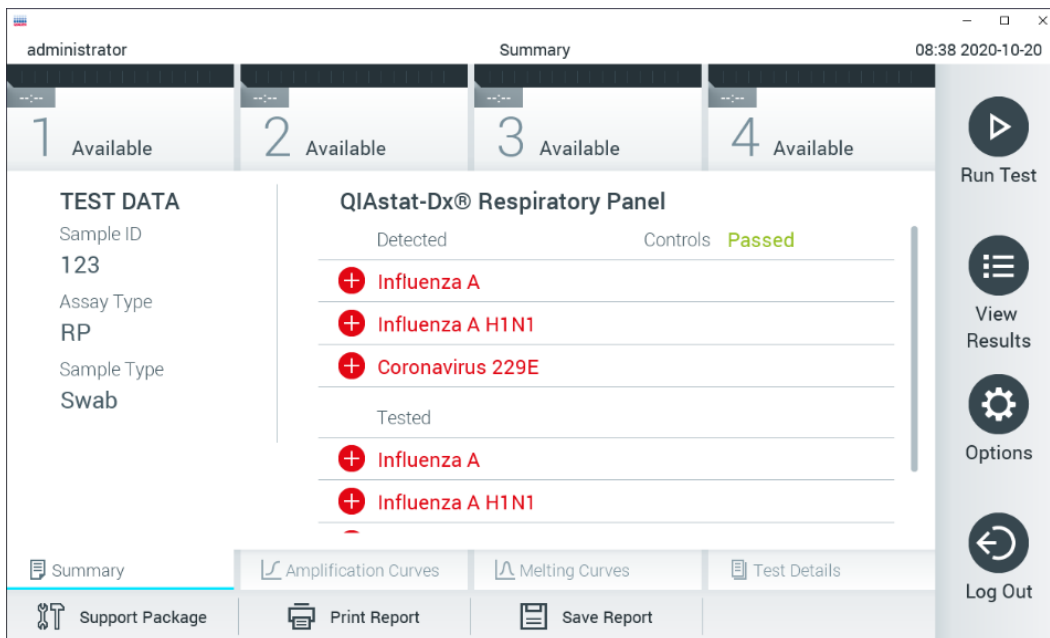

图 30. 结果 Summary (摘要) 屏幕。
11. QIAstat-Dx 检测试剂卡盒排出后，将显示结果 Summary (摘要) 屏幕 (图 30)。有关详情，请参阅第 5.5 节。